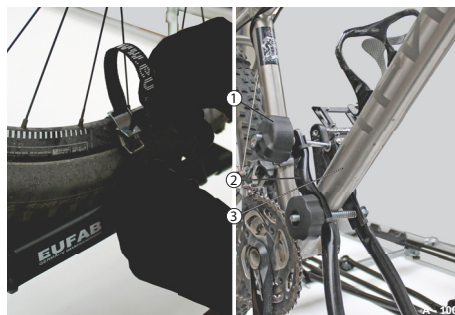

Abb. 96 Fahrrad sichern
- ▶ Fahrradrahmen mit dem Bügelhalter (Abb. 96/2) fixieren.
- ▶ Drehgriffe (Abb. 96/1) festschrauben.